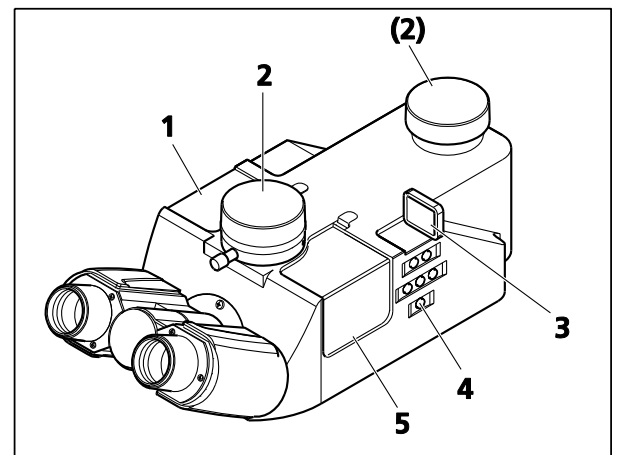
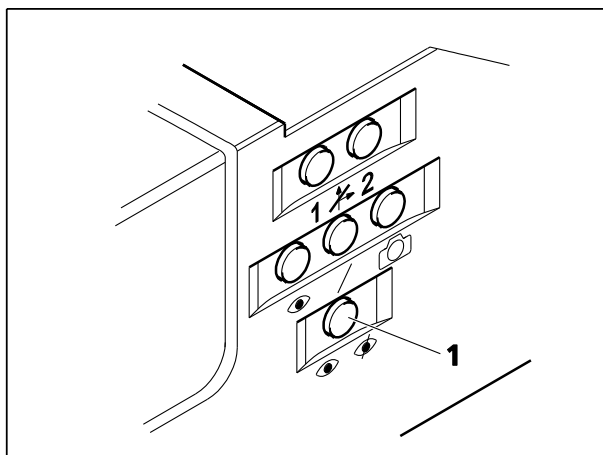

Fig. 86 Phototube binoculaire 30°/25 mot. avec deux ports pour caméra (tube mot. 2TV)
Fig. 88 Tableau de commande
Le tube mot. 2TV (Fig. 86) est disponible pour tous les statifs Axio Imager de type .M2 / .M2m et .Z2 / .Z2m.
Le tube 2TV dispose de deux ports TV (Fig. 86/2).
Les LED sur l'écran du tube (Fig. 86/3) indiquent le réglage de la trajectoire lumineuse sélectionnée.
Si l'éclairage de l'écran constitue un obstacle, il est possible de l'éteindre en appuyant sur le bouton de l'obturateur d'oculaire (Fig. 88/1) pendant trois secondes.
Il est possible de régler la trajectoire lumineuse et l'obturateur d'oculaire à l'aide des boutons du tableau de commande (Fig. 86/4, Fig. 88/1) situés sur le côté droit du tube.
- Pour insérer les modules P&C dans le tube 2TV, retirer les caches magnétiques correspondants (Fig. 86/1 et 5) en les soulevant.